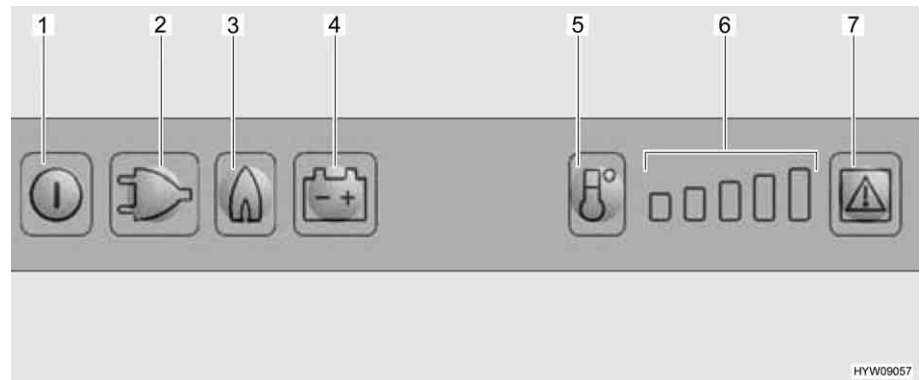

Fig. 194 Elementos de mando para el frigorífico
- Pulsar la tecla On/Off (Fig. 194,1) por aprox. 2 segundos. El frigorífico se conectará. Se iluminará la tecla modo de funcionamiento seleccionado más recientemente.
- En caso necesario, pulsar la tecla para el modo de funcionamiento "Gas" (Fig. 194,3). La tecla se iluminará. El suministro de gas está abierto. El encendido se realiza automáticamente. Se oye un sonido de tic-tac hasta que el proceso de encendido se haya llevado a cabo con éxito.
- Ajustar la temperatura de refrigeración con la tecla de selección de nivel de temperatura (Fig. 194,5).
- En caso necesario, pulsar la tecla de modo de funcionamiento "230 V" (Fig. 194,2). La tecla se iluminará.
- En caso necesario, pulsar la tecla de modo de funcionamiento "12 V" (Fig. 194,4). La tecla se iluminará.